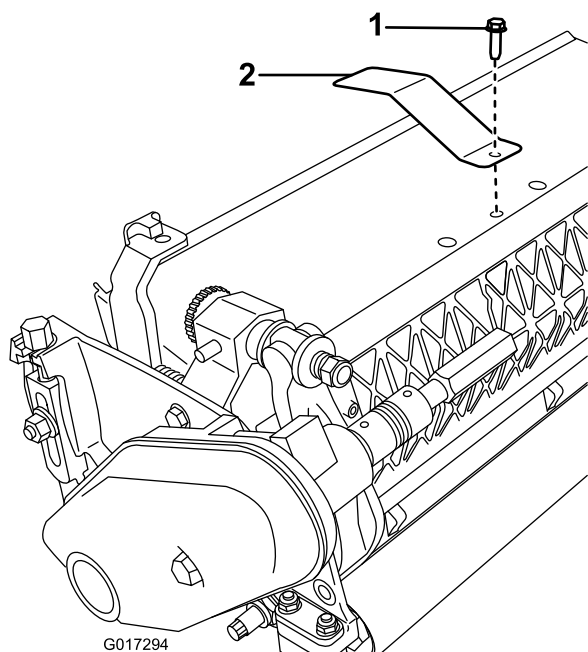

図 3
2. 中央のガラスシールドボルトを外す (図 3)。
3. 取り外したボルトを使って、ターゲットプレートをCuttingユニット上部に取り付ける (図 3)。